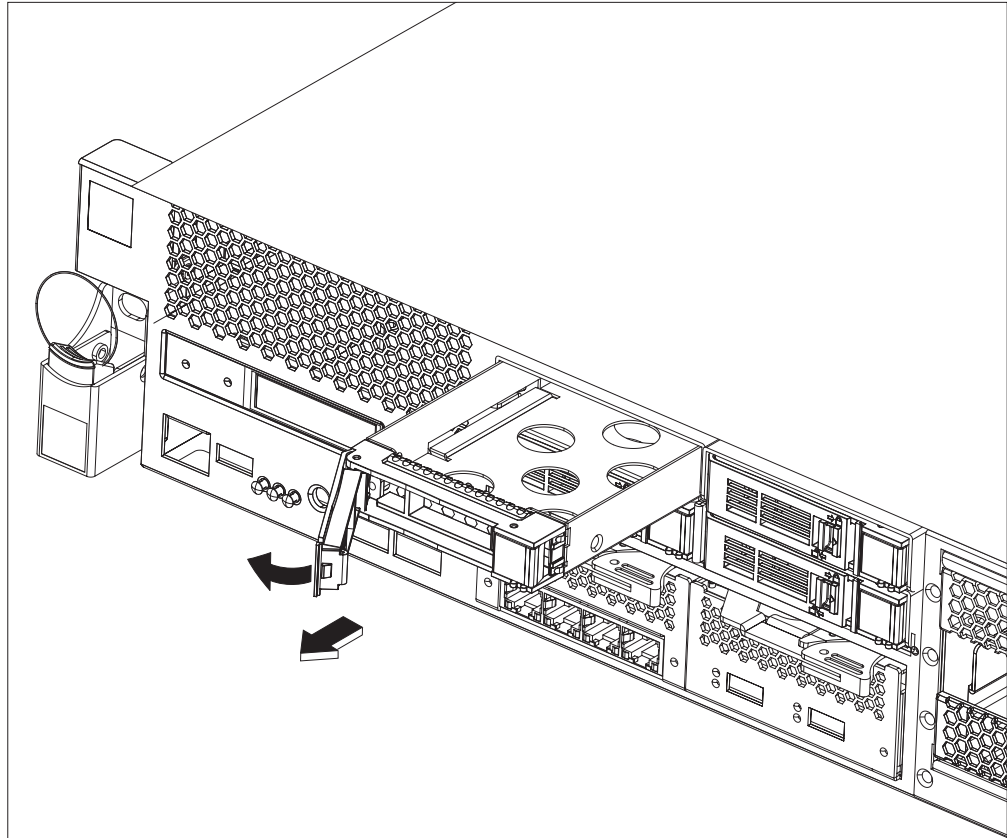

Abbildung 17. Festplattenlaufwerkmodul (Typ 7199) entfernen
2. Drücken Sie auf den blauen Knopf. Der Hebel öffnet sich. In Abb. 17 werden die folgenden Schritte dargestellt.